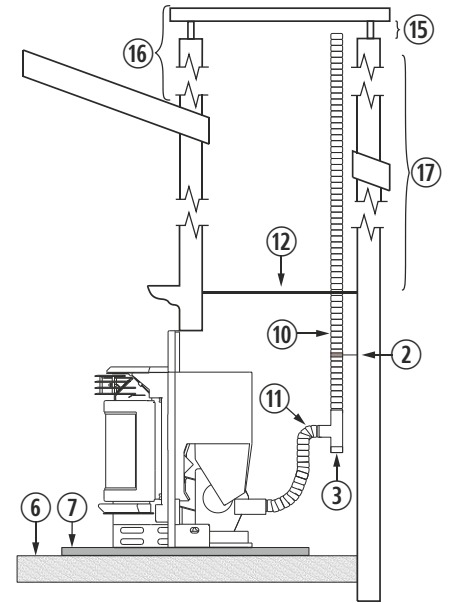

Figura 12
4.29. A instalação de um encastrável numa chaminé de obra pode ser feita em toda a sua totalidade em tubo flexível, tal como indicado na figura 12. Devemos ter especial cuidado na hora de realizar o isolamento entre a chaminé e o tubo da saída de gases para evitar possíveis retrocessos de gases em caso de tempestade.
②	Abraçadeira de união de aço inox.
③	Tê de 90° com registro.
⑥	Chão de madeira.
⑦	Protector de chão incombustível.
⑩	Tubo de aço inox flexível.
⑪	União adaptadora de flexível a rígido.
⑫	Isolante anti-retrocesso.
⑮	Mínimo 200mm.
⑯	Deve ultrapassar o teto em 1 metro.
⑰	Superior a 8 m, aumentaremos uma medida.